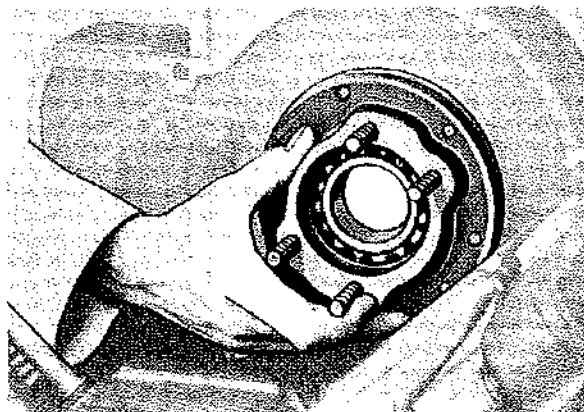

Fig. 51
- Montare il supporto sulla campana volano (Fig. 51) centrandolo nella spina ed interponendo la guarnizione e l'anello di tenuta.